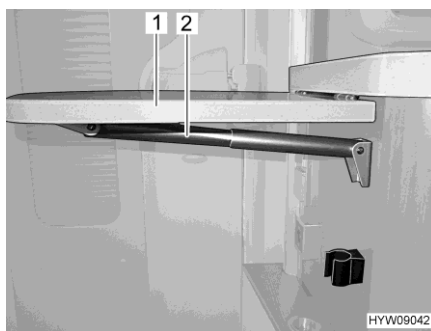

Bild 83 Thekenklapptisch
- Thekenklapptisch (Bild 83,1) unten greifen und mit leichtem Zug aus der Rastung ziehen.
- Tischplatte nach oben schwenken, bis die Fixierung der Teleskophalterung (Bild 83,2) greift. Tischplatte loslassen.